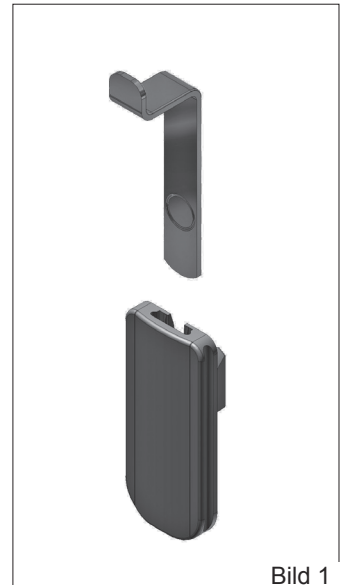

Bild 1
- 2.1 Die im Zubehör mitgelieferten Winkel in die Kunststoffaufnahme der Innenvorreiber stecken (Bild 1).